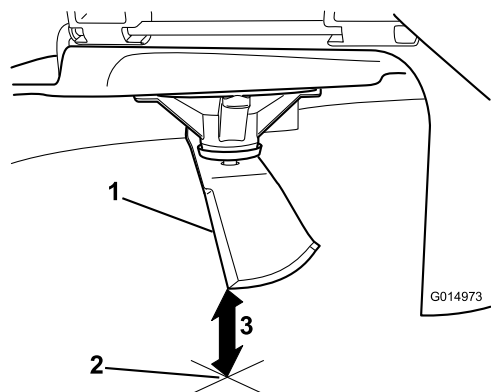

Figura 60
5. Misurate dalla punta della lama alla superficie piana (**Figura 60**).